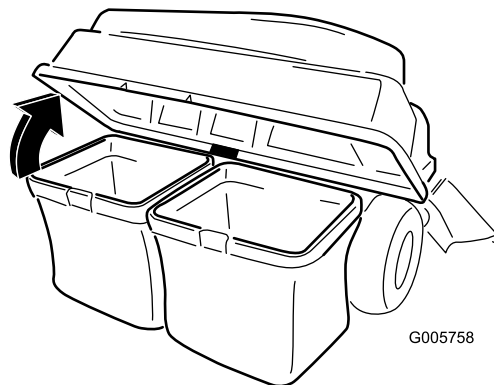

Figura 32
4. Ridicați capota sistemului de colectare (Figura 32).